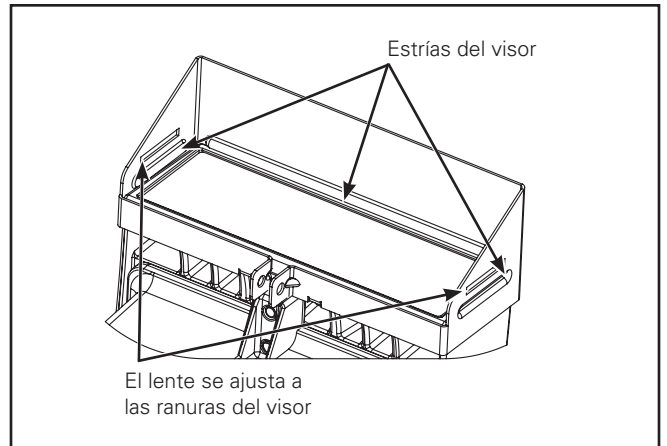
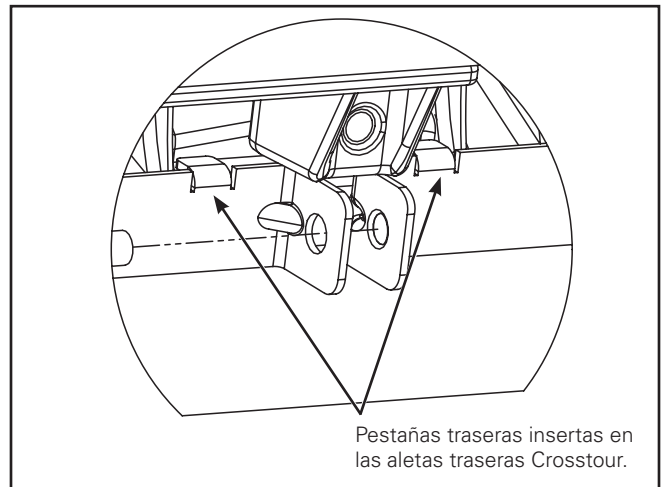
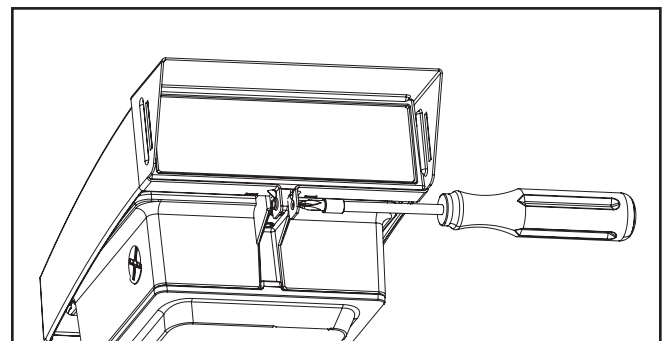

Figura 6.
Figura 7.
Figura 8.
- A. Para la instalación del visor solamente. Seleccione el tamaño de lente correcto (Pequeño: modelos de 7W, 18W, 26W. Grande: modelo de 38W). Retire la película protectora del lente protector contra impactos. Inserte el lente en las ranuras correspondientes del visor flexionando este último (Figura 6).
- B. Para unir el visor, seleccione el tamaño correcto. Deslice el visor por el alojamiento frontal Crosstour. Las estrías del visor deberían estar apoyadas sobre la superficie inferior de la luminaria Crosstour (Figura 6). Coloque las pestañas traseras del visor en la cavidad para aletas Crosstour (Figura 7). Inserte el tornillo autorroscante 8-32 x 3/4" de largo en el orificio del tornillo del visor y ajústelo hasta que el visor esté firme. Ajuste/gire hasta 20-25 in-lb. (Figura 8).